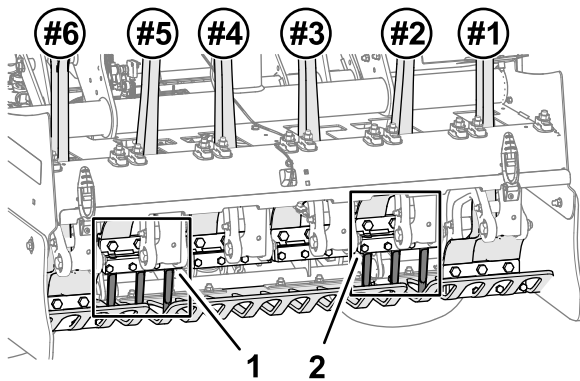
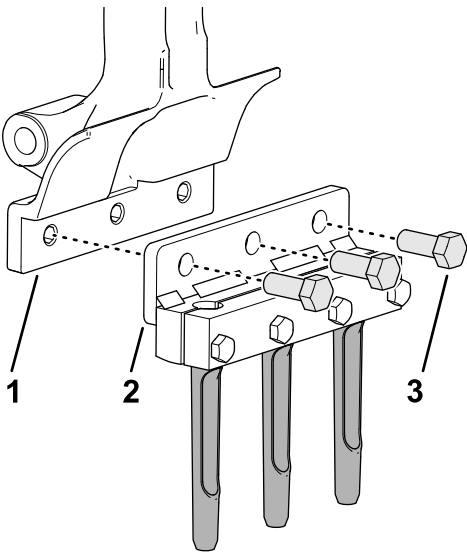

Bild 42
Bild 43
1. Befestigen Sie den Tines-Halter und die Tines mit drei Schrauben (1/2" x 1 1/4") lose am Tines-Arm Nr. 2 (Bild 42 und Bild 43).